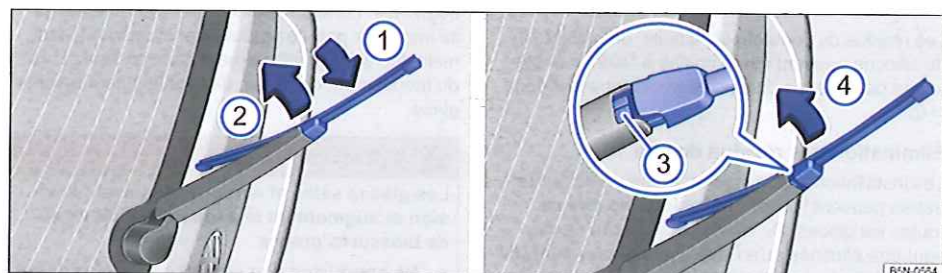

Fig. 199 Remplacement du balai d'essuie-glace arrière.
- Basculez le balai d'essuie-glace dans le sens de la flèche ⇒ fig. 199 ① jusqu'en butée.
- Relevez le balai d'essuie-glace dans le sens de la flèche ②. Un interstice ③ se trouve entre le bras d'essuie-glace et le déverrouillage du balai d'essuie-glace (agrandissement).
- Retirez le balai d'essuie-glace orienté vers le côté extérieur du véhicule (sens de la flèche) ④.
- Insérez un balai d'essuie-glace neuf de **longueur et d'exécution identiques** sur le bras d'essuie-glace dans le sens opposé à la flèche ④.
- Refermez l'interstice ③ (agrandissement) situé entre le bras d'essuie-glace et le déverrouillage jusqu'à ce qu'il s'encliquette pour verrouiller le balai d'essuie-glace.